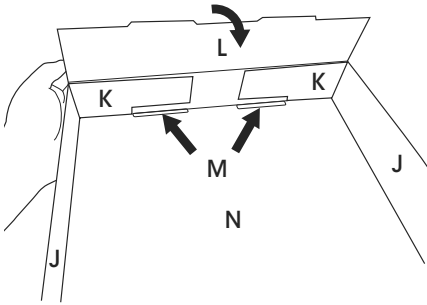

Figure 19
3. Sur le même côté, pliez le couvercle supérieur de la boîte (L) au-dessus des languettes (K) et insérez les languettes dans les fentes (M) du panneau supérieur. (Voir Figure 19 et 20)